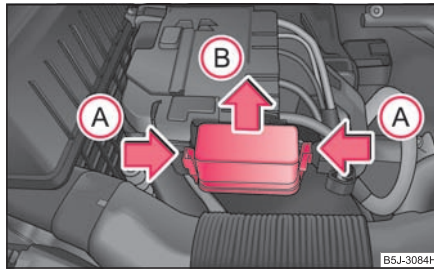

Fig. 202 Bateria: Capacul suportului de siguranțe
- Concomitent apăsați elementele de fixare ale capacului suportului de siguranțe în sensul indicat de săgeată (A) ⇒ fig. 202 și împingeți capacul în sensul indicat de săgeată (B).